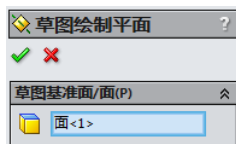

图 2-6 显示基准面名称
- 2) 在弹出的快捷菜单中单击“编辑草图平面”按钮。这时在出现的“草图绘制面”属性管理器中的“草图基准面/面”框中显示基准面的名称, 如图 2-6 所示。